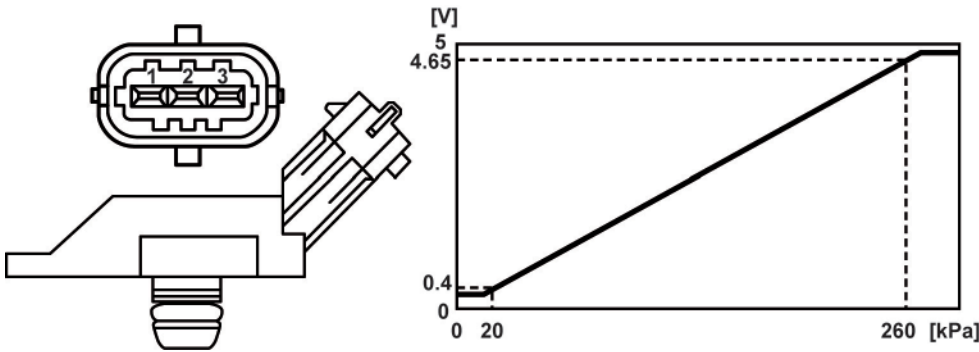

Рисунок 60: Особенность датчика давления применяемого на FIAT
- 3. Линейный тип напряжения изменяется на выводе датчика в пределах значений, данных в рис. 60: